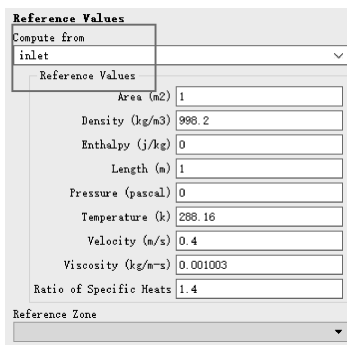

图 11-149 参考值
(1) 单击 Ribbon 功能区【Setting Up Physics】→【Reference Values…】，单击【Reference Values】→【Compute from】= inlet，参数默认，如图 11-149 所示。
(2) 在菜单栏中单击【File】→【Save Project】，保存项目。